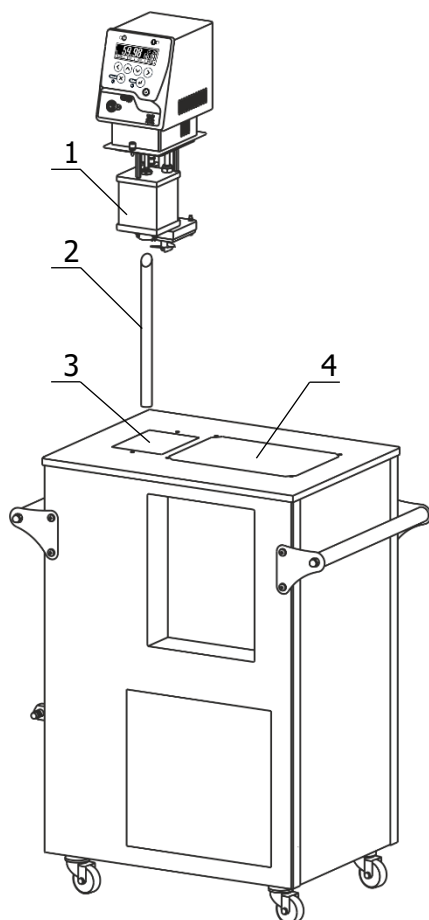
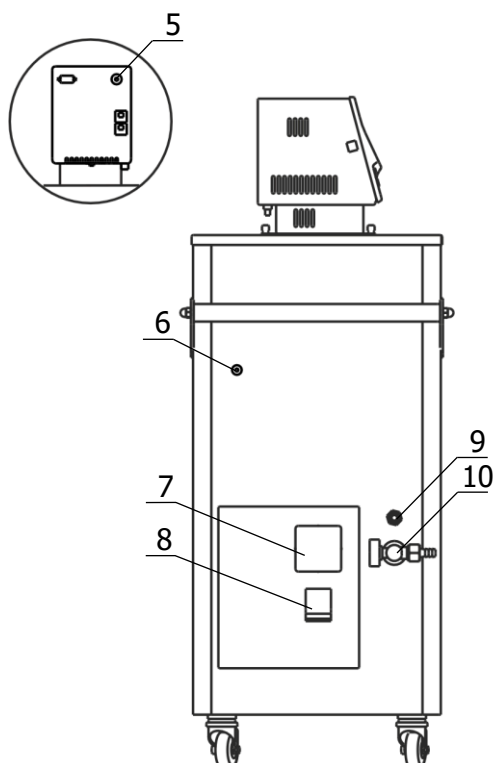

Рисунок 3 — Установка блока регулирования температуры
Рисунок 4 — Боковая панель термостата
2.2.3 Вставить выходную трубку 2 (рисунок 3) в переходное отверстие на дне основной ванны термостата коническим концом вверх, как показано на рисунке 3.
2.2.5 К переливному штуцеру 9 (рисунок 4) присоединить гибкий шланг, второй конец которого опустить в емкость для сбора излишков теплоносителя объемом 1.5–2 л.
2.2.6 Заполнить ванну термостата теплоносителем через отверстие над рабочей ванной 4 (рисунок 3) до момента начала слива теплоносителя из штуцера 9 (рисунок 4).
2.2.7 Вставить вилку сетевого кабеля блока регулирования в розетку 7 (рисунок 4). Соединить кабелем из комплекта поставки блок регулирования температуры (разъем 5) и холодильную машину (разъем 6). Сетевой кабель термостата подключить к питающей сети. Для этого в лабораторном помещении должна быть установлена электрическая розетка из комплекта поставки термостата.
2.2.9 При первом запуске термостата необходимо включить блок регулирования в режиме прокачки в соответствии с документом ТКЛШ 3.222.009-53 РЭ «Блоки регулирования температуры погружные циркуляционные М53 серии МАСТЕР». При работе циркуляционного насоса уровень теплоносителя в рабочей ванне поднимается, и теплоноситель начинает равномерно переливаться в основную ванну. При этом уровень теплоносителя в основной ванне падает, что может привести к срабатыванию защиты от недостаточного уровня теплоносителя. Доливать теплоноситель следует до момента начала слива из переливного штуцера 9 (рисунок 4).
2.2.10 Причина отсутствия перелива — неправильная работа насоса, вызванная воздушной пробкой, образовавшейся в резервуаре 1 (рисунок 3). Для ее устранения необходимо:
2.2.11 Крышку для установки вискозиметров 3 (рисунок 1) разместить над отверстием рабочей ванны 4 (рисунок 3) и зафиксировать винтовыми фиксаторами из комплекта поставки.
2.4.2 Надеть сливной шланг из комплекта поставки на кран 10 (рисунок 4) и закрепить его хомутом. Свободный конец шланга опустить в емкость для сбора теплоносителя объемом, превышающим объем термостата.